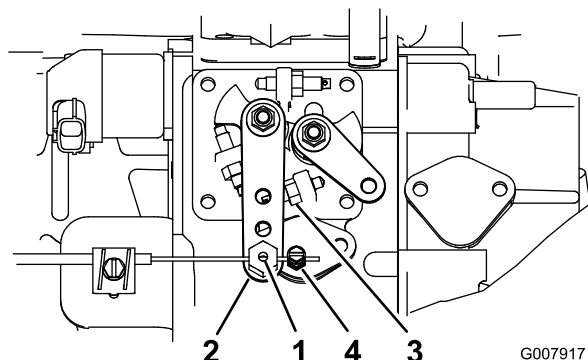

Figura 63
2. Allentate il raccordo del cavo dell'acceleratore, sul cavo dell'acceleratore, vicino alla leva della pompa di iniezione (Figura 63).
3. Tenete il braccio della leva della pompa di iniezione contro il fermo della minima superiore (Figura 63).